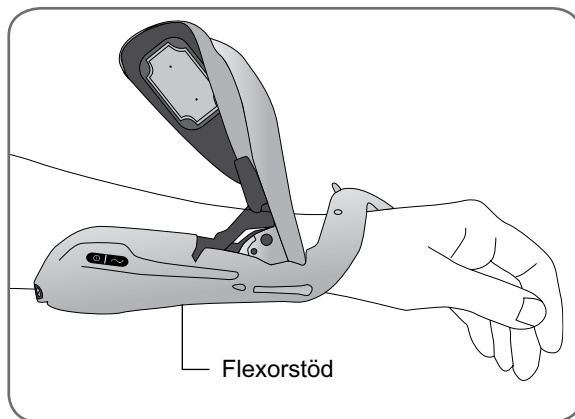

Bild 10-3: Ta bort flexorstödet
4. När extensorvingen är öppen (se bild 10-3) kan du ta bort flexorstödet från underarmens undersida.